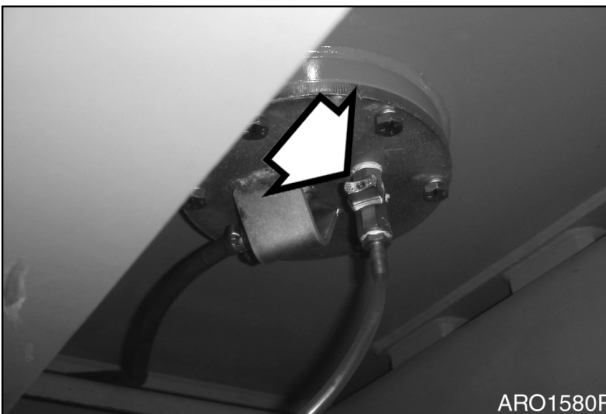

Рис. 19
12. Убедиться, что сливной вентиль (рис. 19) на дне бака закрыт.